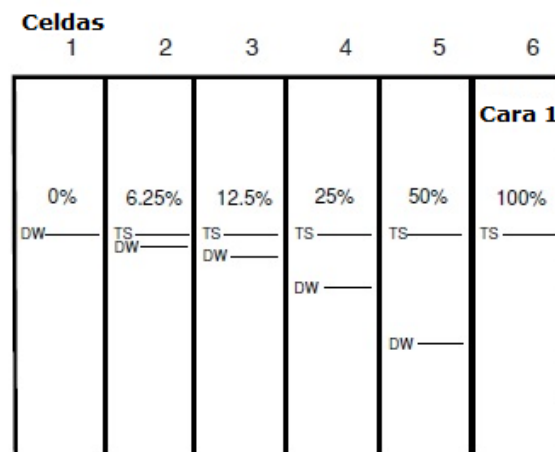

FIGURA 2: Cámara de exposición: DW = Agua de dilución
3. Utilizar una pipeta de plástico de gran capacidad para añadir el agua de dilución hasta la línea del nivel del agua de dilución (DW) en cada una de las celdas numeradas del #1 al #5, como se muestra en la **Figura 2**.
3. Utilizar una pipeta de plástico de gran capacidad para añadir el agua de dilución hasta la línea del nivel del agua de dilución (DW) en cada una de las celdas numeradas del #1 al #5, como se muestra en la **Figura 2** (apartado 5.A.3).